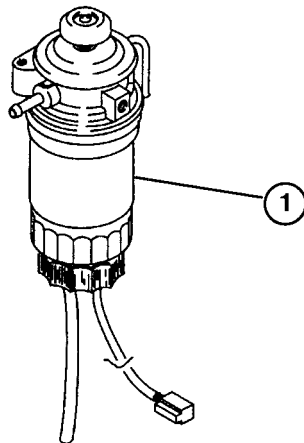

図 36
1. フィルタ容器の周辺をウェスできれいにぬぐう(図 36)。